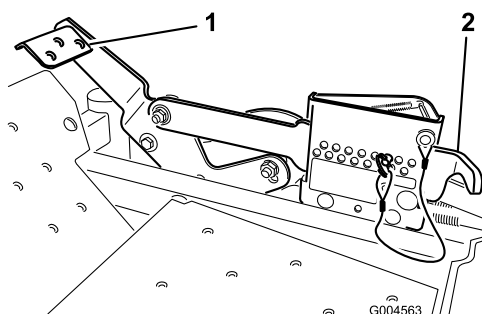

Figura 16
2. Presione la palanca de elevación asistida mientras tira hacia arriba de la palanca de ajuste de la altura de corte (Figura 16).